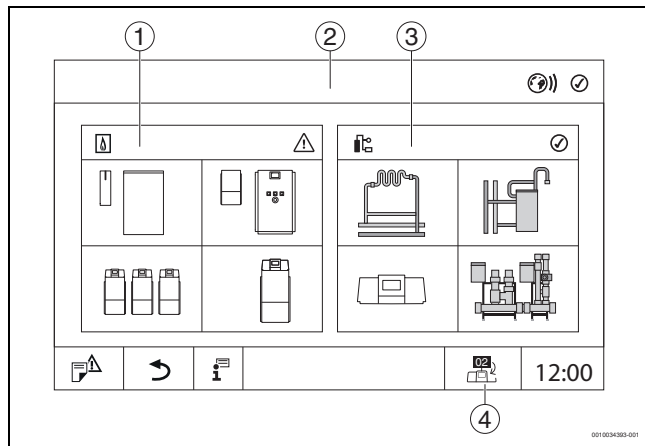

Bild 4 Systemübersicht (Beispiel)
- **Wärmeerzeugung** antippen (→ Bild 4, [1]).
- **Anlage** antippen (→ Bild 4, [3]).
- Vernetzungssymbol antippen (→ Bild 4, [4]).